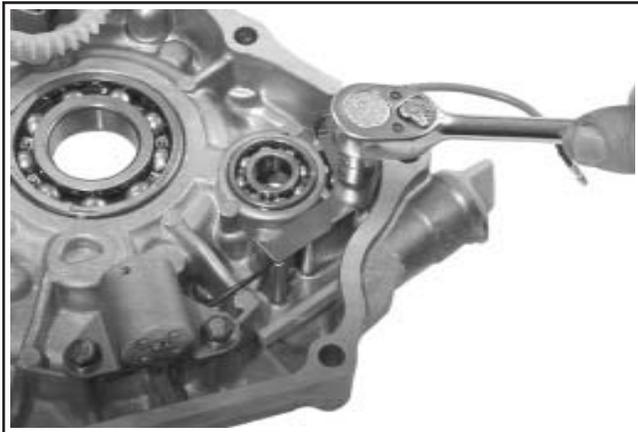

Figure 11-19. Serrage des vis de montage.
2. Installer le blindage pour câble et fixer avec la vis à bride hexagonale M6x1.0. **Serrer les trois vis au couple de 10 N·m (88,5 in. lb.).** Voir la figure 11-19.